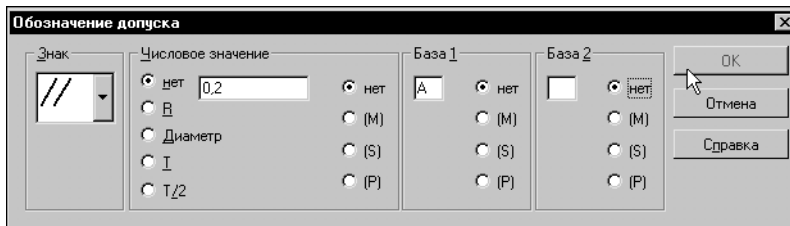

Рис. 51.108. Ввод значений в таблицу допуска формы
1.5. В диалоге **Обозначение допуска** выберите из раскрывающихся списков знак, числовое значение и базу (рис. 51.108).